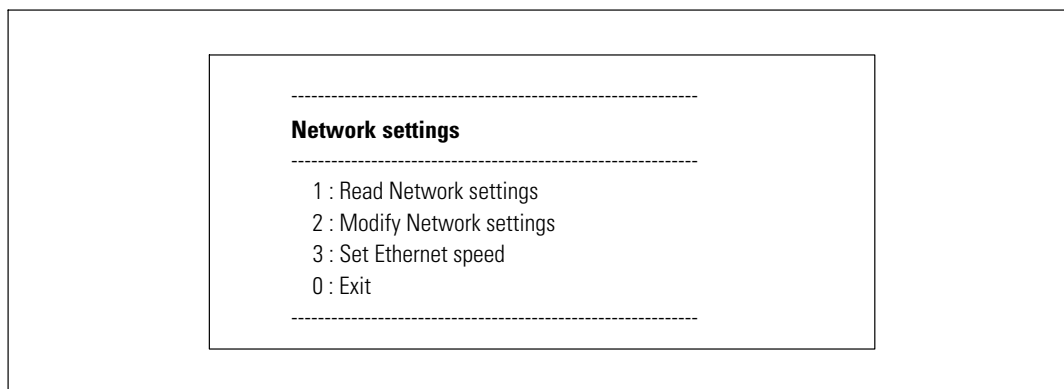

Figure 9. Menu Paramètres réseau
- 1 Dans le menu principal, tapez 2 et appuyez sur **Entrée**. Le menu Paramètres réseau s'affiche (voir la Figure 9).